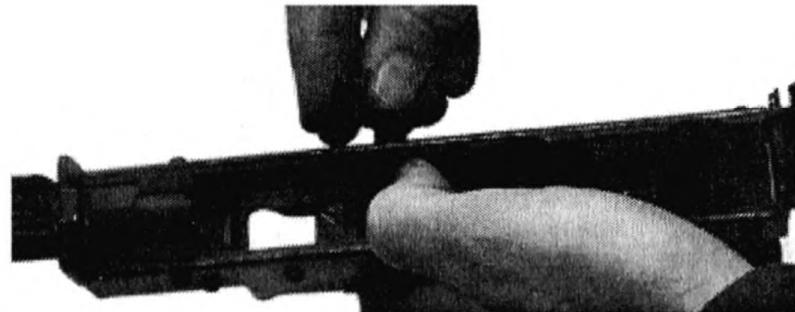

Рис. 8
– отделить предохранитель-переводчик, для чего повернуть его по часовой стрелке так, чтобы его флагок занял вертикальное положение, и движением вправо извлечь его из ствольной коробки (рис. 8);